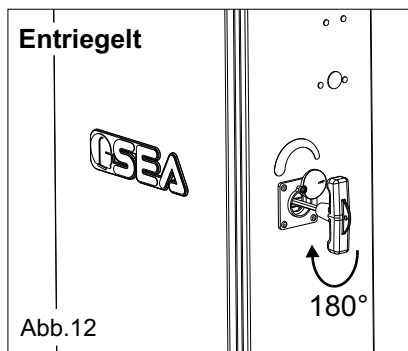

Abb. 12
- Den T-Schlüssel einführen und um 180° im Uhrzeigersinn drehen, bis die Schranke entriegelt ist (Abb. 12).